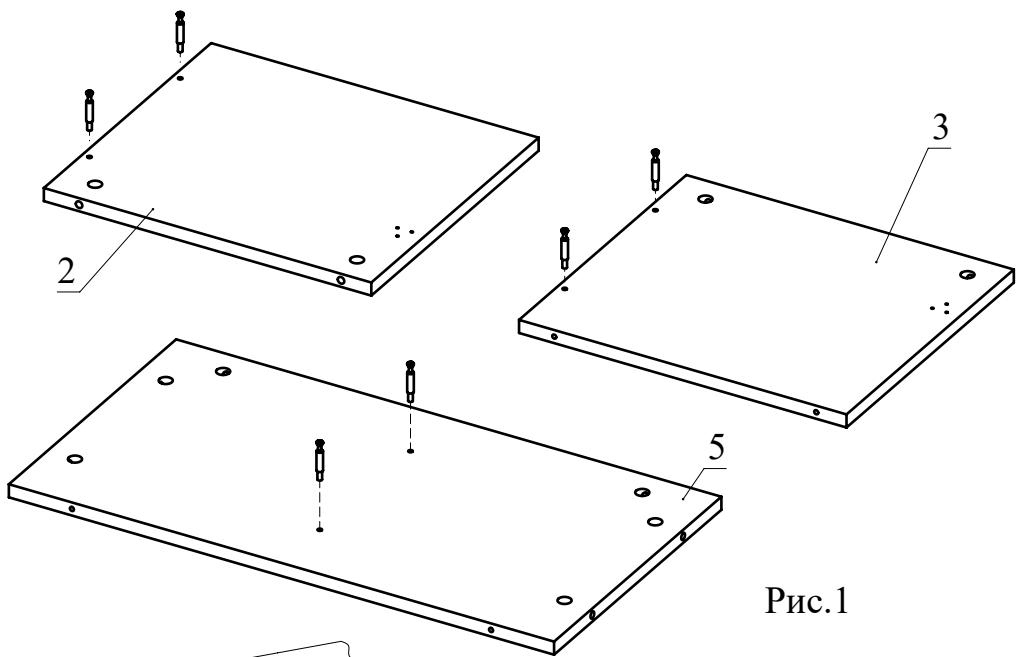

Рис.1
1. Вкрутите шпильки минификсов в детали 2, 3, 5, 6 (Рис. 1).